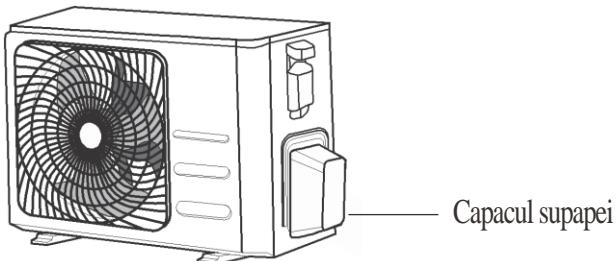

Fig. 5.9
- Deșurubați capacul de pe supapa ambalată pe partea laterală a unității exterioare. (Vezi Fig. 5.9)